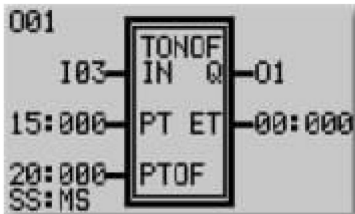

图 1-15 组态 TONOF 功能块
- 9) 按“OK”键两次保存修改。组态 TONOF 功能块如图 1-15 所示。